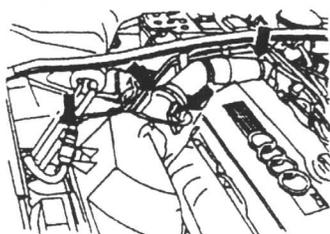

图 1.7 拆下空气流量计等线束插头
- (10) 拆下空气流量计和油箱通风装置线束插头，如图 1.7 所示。拆下空气滤清器及空气导管，连接软管及油管。